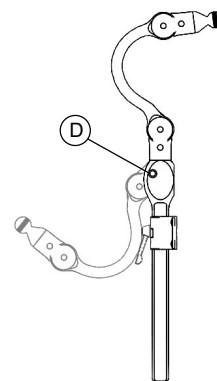

Fig. 4
3. Para abatir el reposacabezas hacia atrás, presione el botón (fig. 4, D) y abata el reposacabezas.